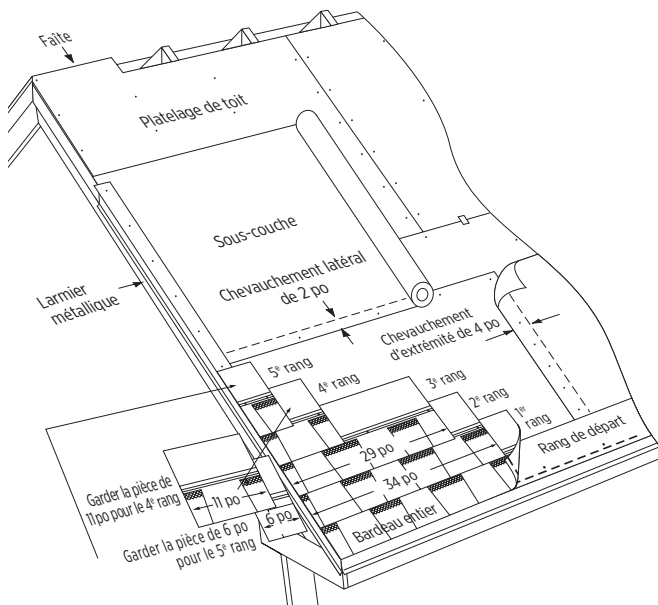

Figure 12-6 : Pose des 5 premières rangées de Landmark TL.
1. Utilisez les bardeaux de départ CertainTeed Swiftstart®, ou les bardeaux auto-scellant à trois languettes dont les parties inférieures ont été enlevées. Assurez-vous que les bardeaux de départ sont hauts d'au moins 75/8 po (Figure 12-6).
1ÈRE RANGÉE : Posez un bardeau entier sur le coin inférieur gauche du toit. Alignez le bord inférieur et le côté gauche du bardeau sur ceux de la rangée de départ (Figure 12-6).